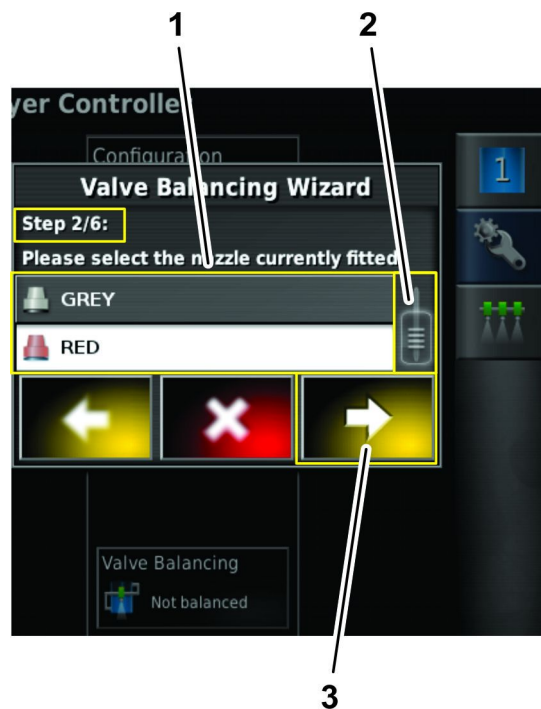

Figure 48
nécessaire pour afficher la buse de pulvérisation que vous configurez, puis appuyez sur l'icône de la buse dans la liste déroulante (Figure 48).
3. Appuyez sur l'icône « suivant » (Figure 48).